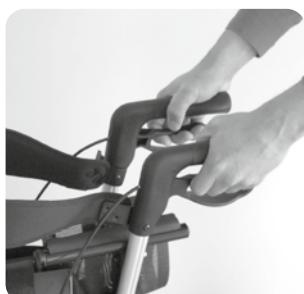

Fig. 5
2. Spingere le maniglie di spinta verso l'interno e piegare il rollator (Fig. 5).